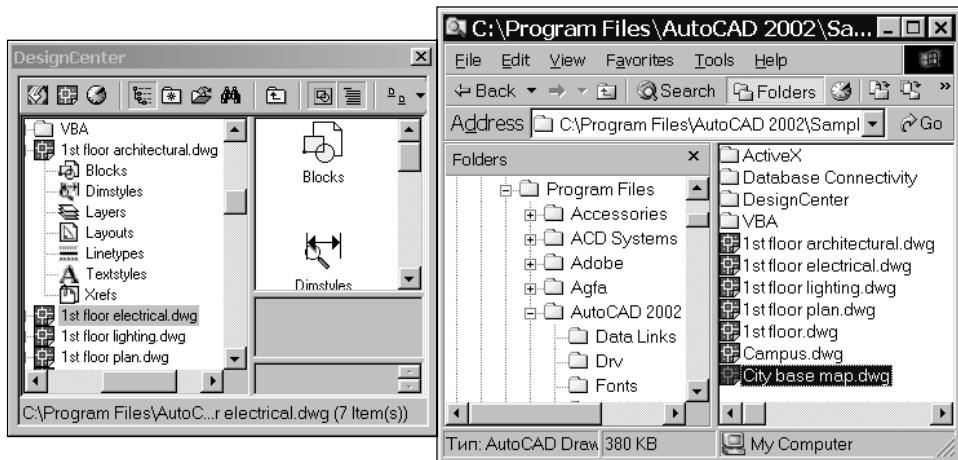

Рис. 7.5. Перетаскивание файла из проводника в палитру ЦУ
- ☐ Воспользоваться проводником **Windows Explorer** (Проводник). В этом случае сначала находится загружаемый файл, отмечается в окне проводника, а затем перетаскивается в палитру ЦУ. Конечно, при этом окна проводника и ЦУ должны быть видны на экране (рис. 7.5).